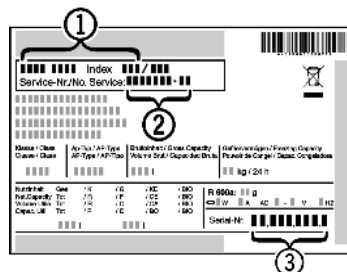

Fig. 13
- ▶ Prietaiso pavadinimas Fig. 13 (1), techninio aptarnavimo Nr. Fig. 13 (2) ir serijos Nr. Fig. 13 (3) užrašyti duomenų skydelyje. Duomenų skydelis yra prietaiso viduje, kairiajame šone.
- ▶ Susiekite su techninio aptarnavimo skyriumi ir praneškite apie gedimą, taip pat pasakykite prietaiso pavadinimą Fig. 13 (1), techninio aptarnavimo Nr. Fig. 13 (2) ir serijos Nr. Fig. 13 (3).